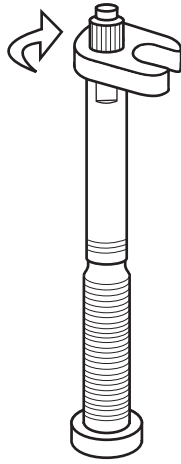

Figura 50. Apriete el obús de la válvula girando la llave hacia la derecha.
7. Coloque la llave en el obús de la válvula, alineando las aristas y girando hacia la derecha. Nota: Debe quedar bien ajustado. No apriete demasiado el prolongador; podría dañarlo (Figura 50).